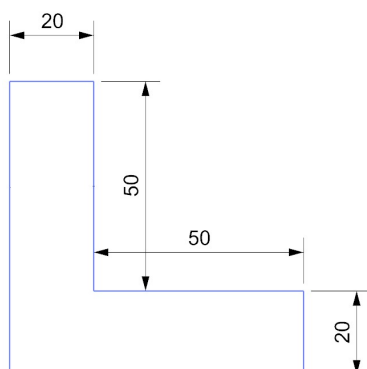

Figura 5 – Modelo de L.
- 8 apoios (Figura 5).
- A estrutura deverá ser fixada ao suporte usando, no máximo, 8 apoios padrão (Figura 5).
Os apoios terão formato de L conforme as medidas indicadas (Figura 5).